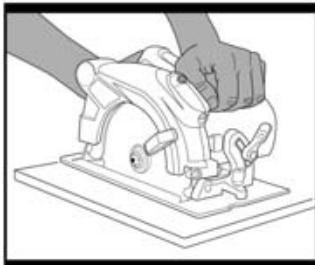

Fig. 1
2. POSITION DES MAINS PENDANT L'UTILISATION (Fig. 1)